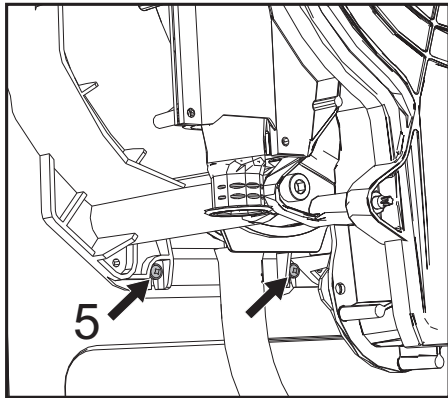

fig. 49
- Slăbiți cele 2 șuruburi **de jos "5"** care fixează schimbătorul de căldură de șasiu (fig. 49)